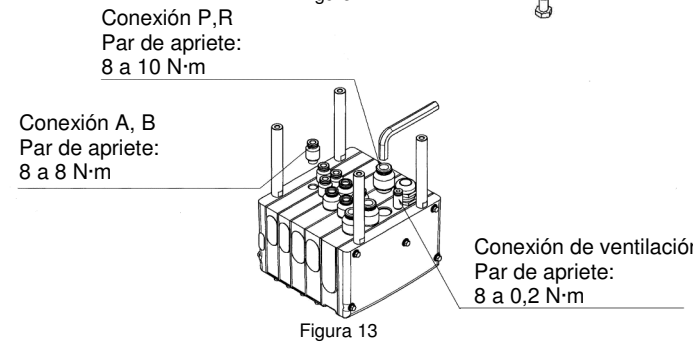

Figura 13
- Los tornillos de los tirantes deben apretarse en dos etapas en la secuencia recomendada (1→5) que aparece en la Figura 13. Esto garantizará una compresión uniforme de las juntas de las ranuras →5 para el apriete provisional, seguido de 1→5 al par de apriete especificado).